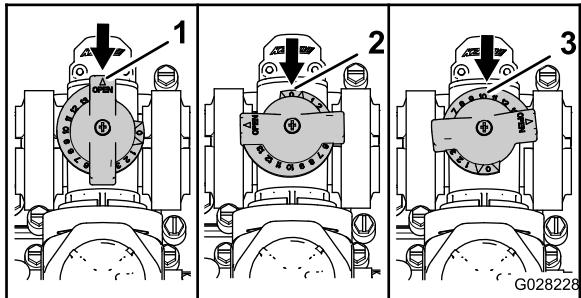

Figura 48
- La válvula de desvío de agitación se encuentra en la posición de ABIERTA como se muestra en A de Figura 48.
- La válvula de desvío de agitación se encuentra en la posición de CERRADA (0) como se muestra en B de Figura 48.
- La válvula de desvío de agitación se encuentra en una posición INTERMEDIA (relativa al manómetro del sistema de fumigación) como se muestra en C de Figura 48.